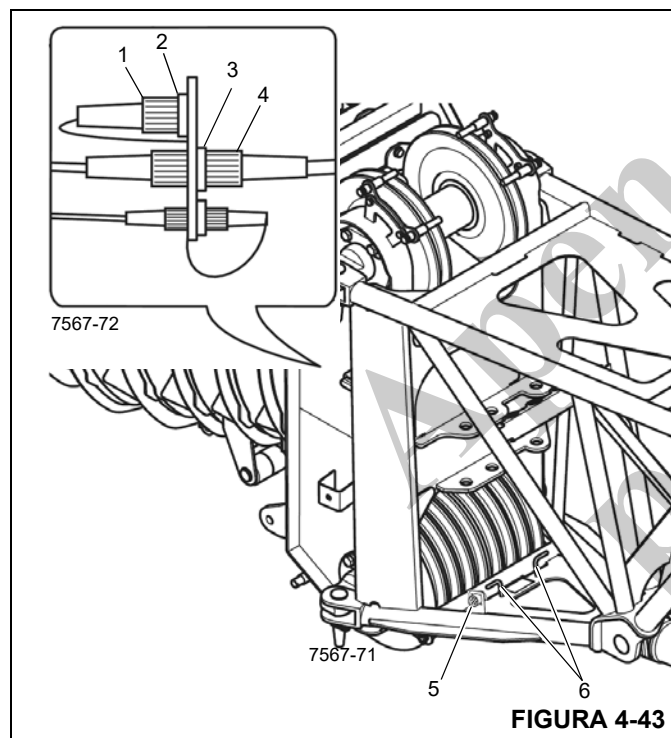

FIGURA 4-43
1. Remova o plugue de interconexão (1) do terminal (3) e o conecte ao terminal de armazenamento (2) (Figura 4-43).